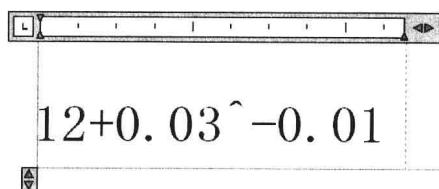
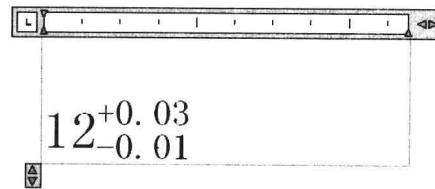

图 5-2-23
图 5-2-24
(3) 选择堆叠文字，使其反黑显示，右击，弹出菜单，选择“非堆叠”，可取消堆叠。
(4) 删除文字，输入 “ $12+0.03 \wedge -0.01$ ”，如图 5-2-23 所示，选择文字 “ $+0.03 \wedge -0.01$ ”，使其呈反黑显示。右击，弹出菜单，选择“堆叠”，公差堆叠效果如图 5-2-24 所示。